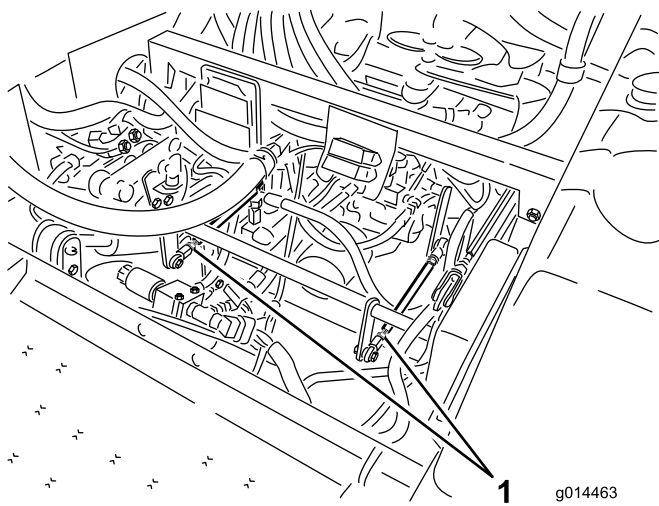

図 39
- 左後タイヤが回転している場合には、左側トランスミッション・コントロールロッドのジャムナットをゆるめる図39。